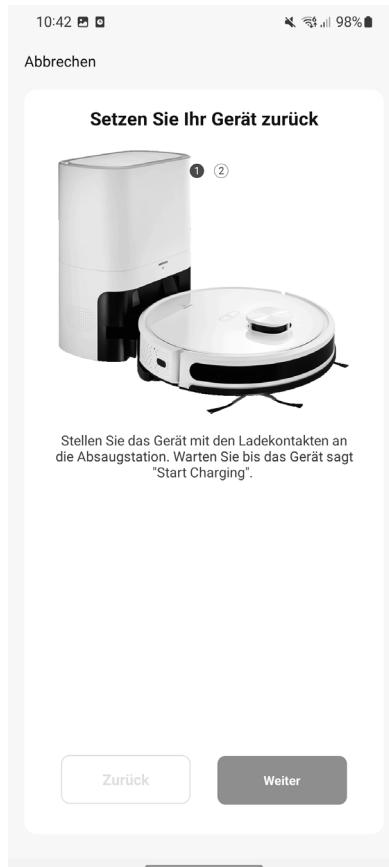

Fig. 4
- Posizionare il robot sulla stazione di ricarica e attendere che venga emesso il messaggio vocale "Charging" (vedere la fig. 4).